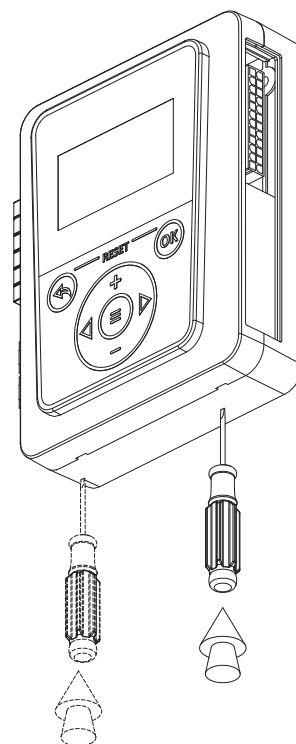

Рис.9 Демонтаж лицевой панели
2. снимите лицевую панель контроллера, ослабив защелки с помощью отвертки (Рис.9);